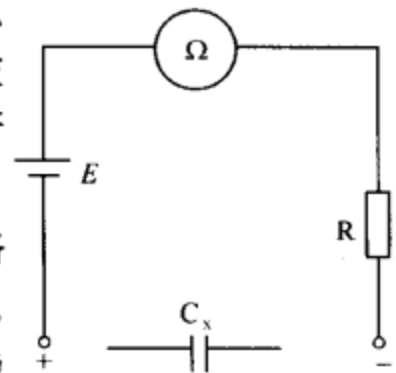

图 2-8 测量电容等效电路
(1)检查电容器的质量。由于万用表的欧姆挡具有电源,电路中的电阻元件可以看成是一个等效电阻R,当测量电容器时,被测电容与欧姆挡电路一起构成了一个一阶RC网络,如图2-8所示。